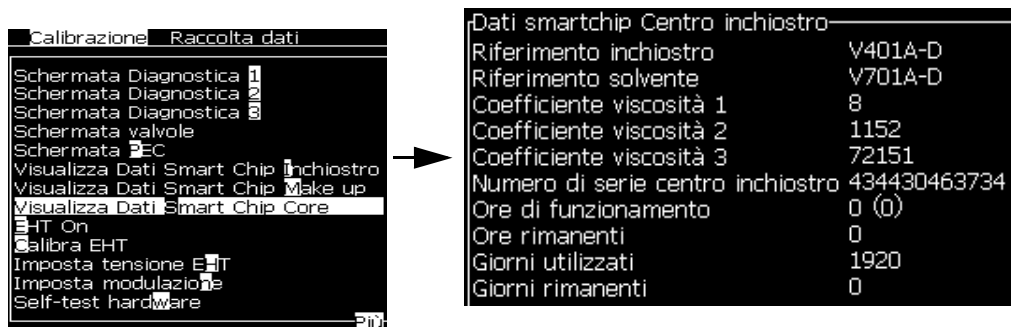

Figura 4-17: Visualizza dati smart chip centro di inchiostro
- 1 Dal menu Calibra, selezionare Visualizza dati smart chip centro inchiostro (Figura 4-17) per visualizzare le ore di funzionamento e i giorni di utilizzo del centro inchiostro, nonché i giorni rimanenti. Le ore di funzionamento del centro di inchiostro vengono resettate solo dopo averlo cambiato.